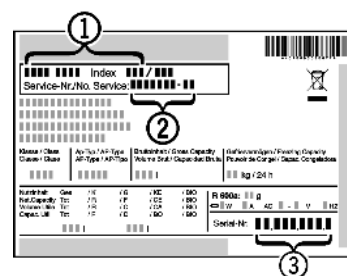

Fig. 40
- ▶ Считать обозначение устройства Fig. 40 (1), сервисный номер Fig. 40 (2) и серийный номер Fig. 40 (3) с заводской таблички. Заводская табличка находится внутри устройства слева.